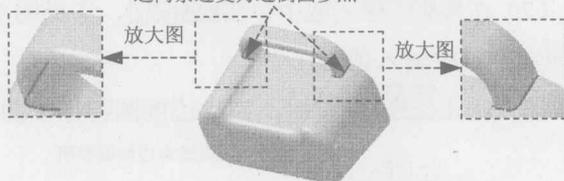

图 1.15 选取边倒圆参照
Step10. 创建边倒圆特征 6。选取图 1.15 所示的两条边线为边倒圆参照，其圆角半径值为 3。